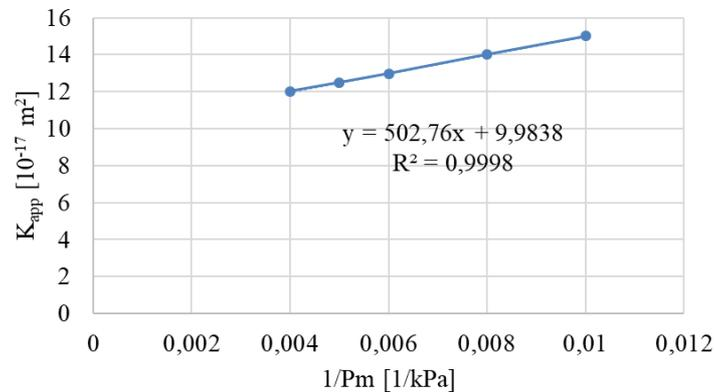

Fig. 5.1. Perméabilité apparente en fonction de l'inverse de la pression moyenne
5.6. À partir de la figure 5.1 présentée ci-dessous, donner la valeur de la perméabilité intrinsèque k_{int} [m^2] et du coefficient b d'après l'équation de la régression linéaire présentée sur le graphique.